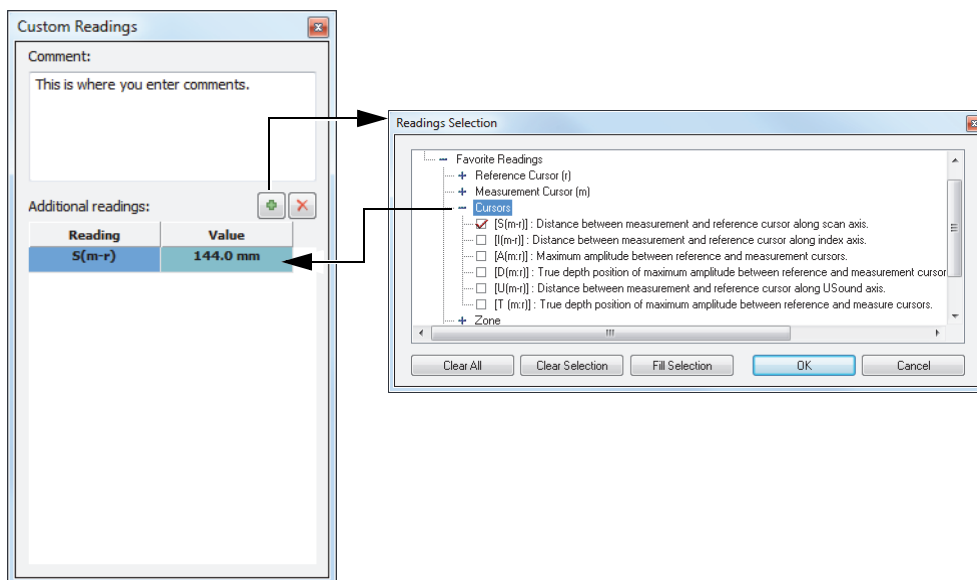

図 6-5 コメントおよび追加の測定値を欠陥指示に追加
- 表示された **[Custom Readings]** ダイアログボックスで（187 ページの図 6-5）、その欠陥指示に対するコメントを **[Comment]** ボックスに入力します。選択された欠陥指示に対するレポートの **[Comments]** セクションにコメントが表示されます。
9. 追加の測定値を指示テーブルに含めることもできます（187 ページの図 6-5）。